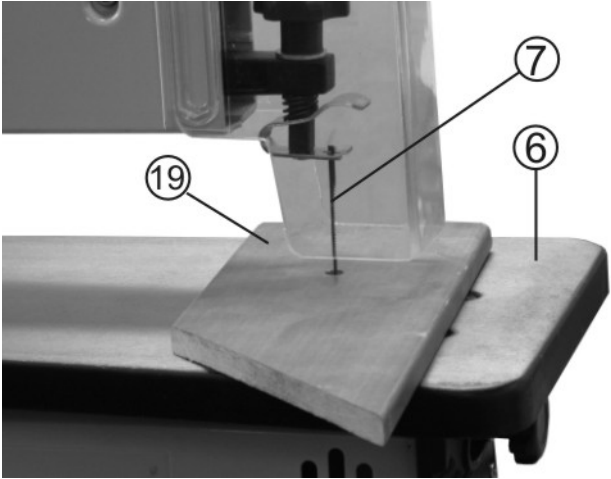

Рис. 8
- 11.2.3. Просверлите отверстие 6 мм в заготовке (19), в той части, которая будет выпилена, Рис.8.
- 11.2.5. Установите заготовку (19) на рабочий стол (6), Рис.8.
- 11.2.6. Вставьте пильное полотно (7) через просверленное отверстие, Рис.8.